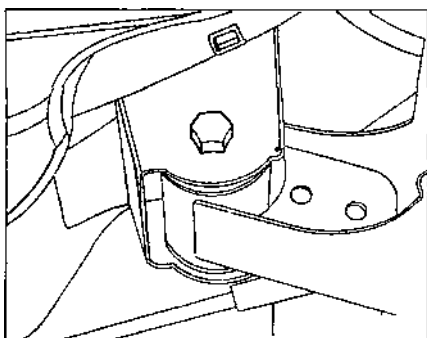

Рис. 5.35.
- открутив гайки, извлечь болты шарнирных соединений рычагов подвески с кузовом автомобиля (рис. 5.35);